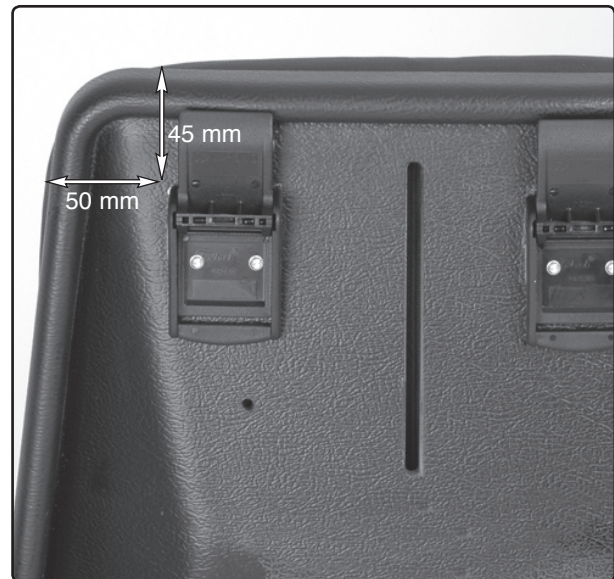

Bild 1. Montera fixlockfästena på sitsryggen
- Placera fixlockfästena enligt måtten på *bild 1*. Använd fästena som mall för att göra markeringar för borrhålen. Borra med Ø5,2 mm borrar. Montera de två fixlockfästena på ryggstödet med de fyra M5x16 skruvarna och brickorna, se *bild 1*. Skruvarna skruvas från framsidan av sitsryggen.